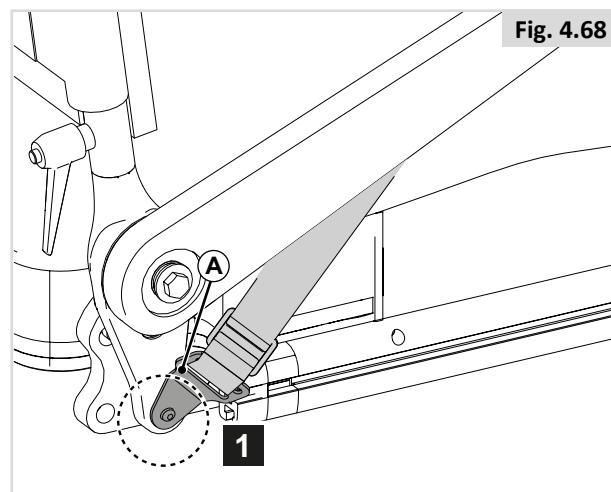

Fig. 4.68
1. Fastgør (A) til sæderammen med en skrue på hver side. (Fig. 4.68)